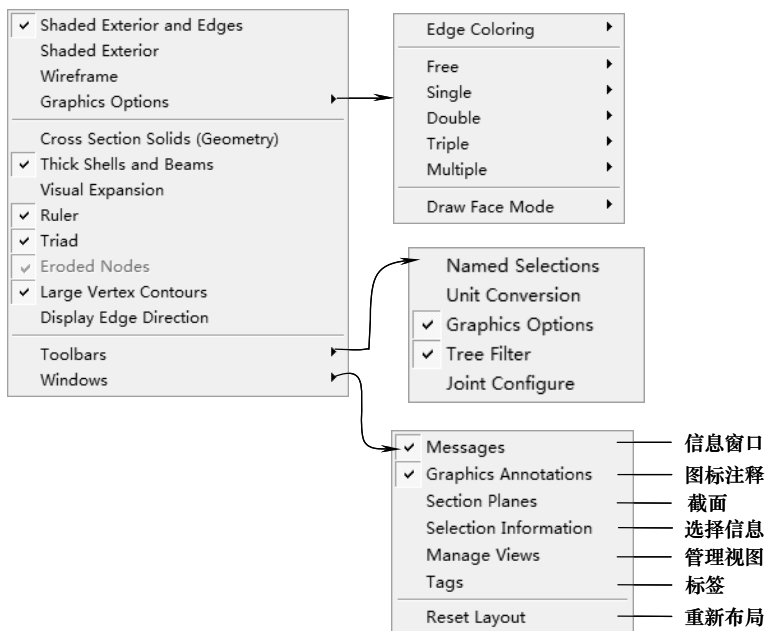

图 3-22 【View】菜单
(3) 【View】菜单 【View】菜单中包括对图形和窗口的各种显示命令,如图 3-22 所示。